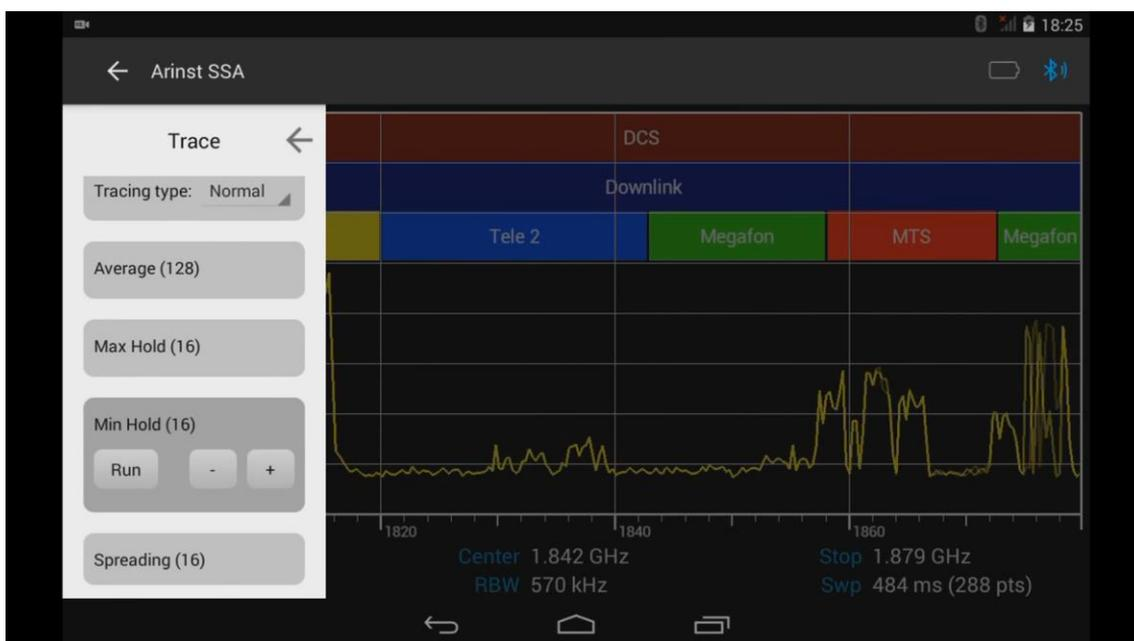

Рисунок 59 – Установка числа сканирований для отображения минимумов
8.9.8. Режим **Min Hold** позволяет отобразить минимальные результаты измерений по нескольким сканированиям. Кнопками «-» и «+» установите необходимое количество сканирований (в диапазоне от 4 до ∞) и нажмите команду запуска **Run**, рисунок 59. Минимальный усредненный результат измерений будет отображаться на экране планшета/смартфона зеленым графиком.